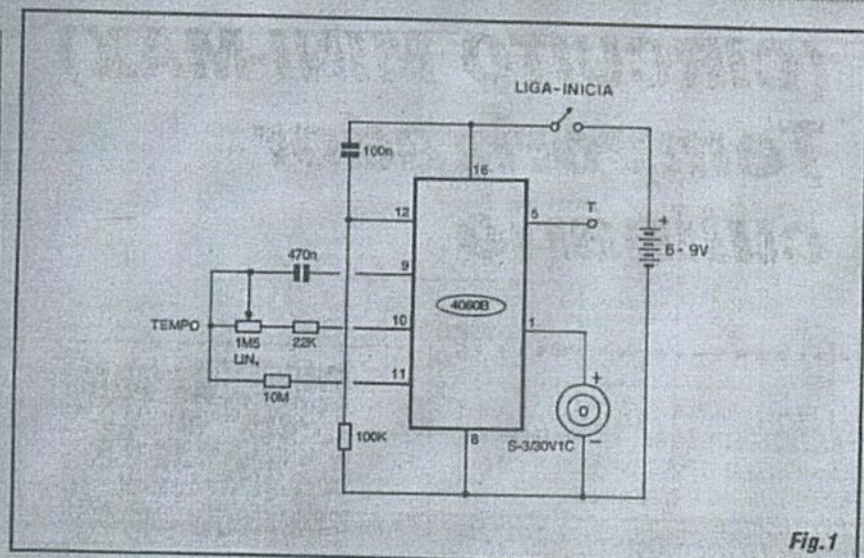

Fig.1
- FIG. 1 - DIAGRAMA ESQUEMÁTICO DO CIRCUITO - Centralizado num único Integrado digital C.MOS, 4060, o circuito foi reduzido ao mínimo absoluto, em termos de quantidade de componentes (e sem nenhuma perda das desejadas características de precisão, confiabilidade, simplicidade nos controles e baixo consumo...). A alimentação (6 ou 9V, provenientes de 4 ou 6 pilhas pequenas, ou idealmente - de uma bateriazinha "tijoli-